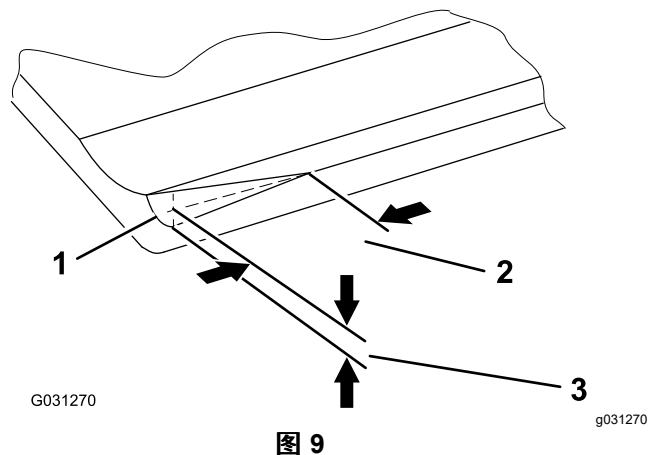

图 9
**注意** 经过一段时间您需要对槽图 9 进行打磨因为它的设计寿命仅为底刀寿命的 40%。